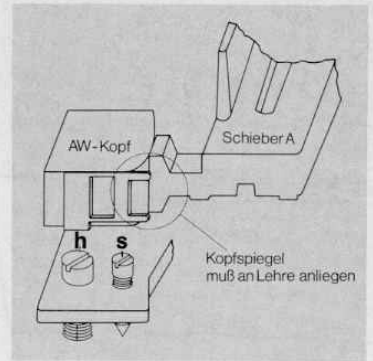

Bild 4 Senkrechtstellen des Kopfspiegels mit Lehre -034
- Schieber (A) nach rechts schieben.
- Schraube (S) so weit verdrehen, bis der Kopfspiegel parallel zum Schieber A steht (satt anliegt, s. Bild 4).